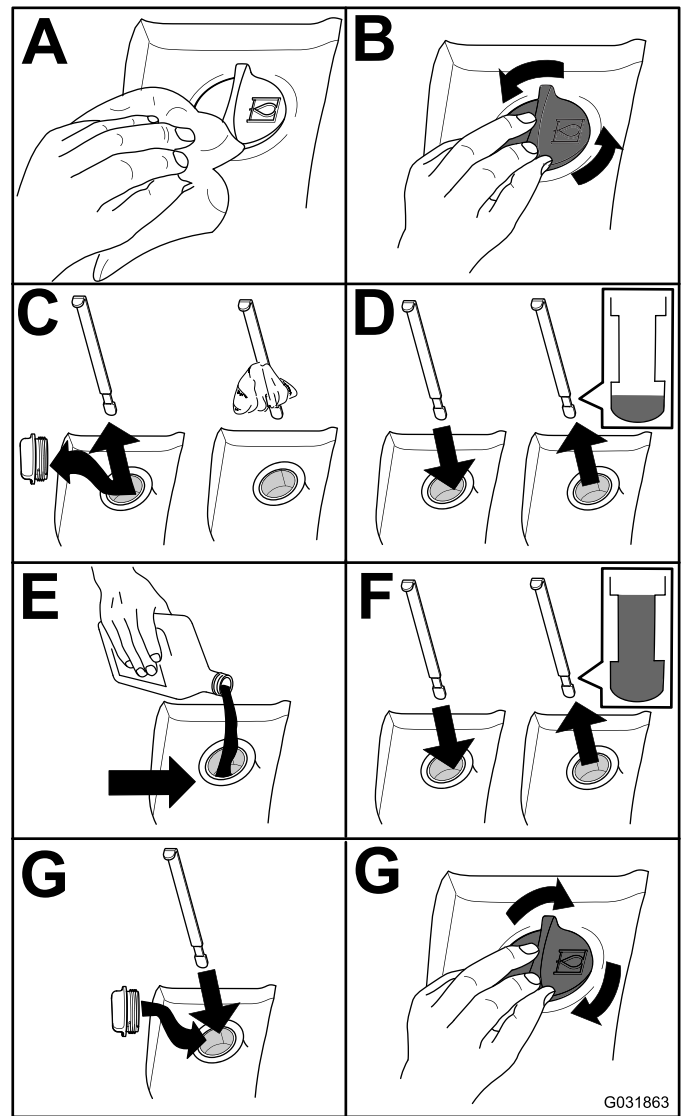

Bild 78
2. Prüfen Sie den Stand des Hydrauliköls (Bild 78).